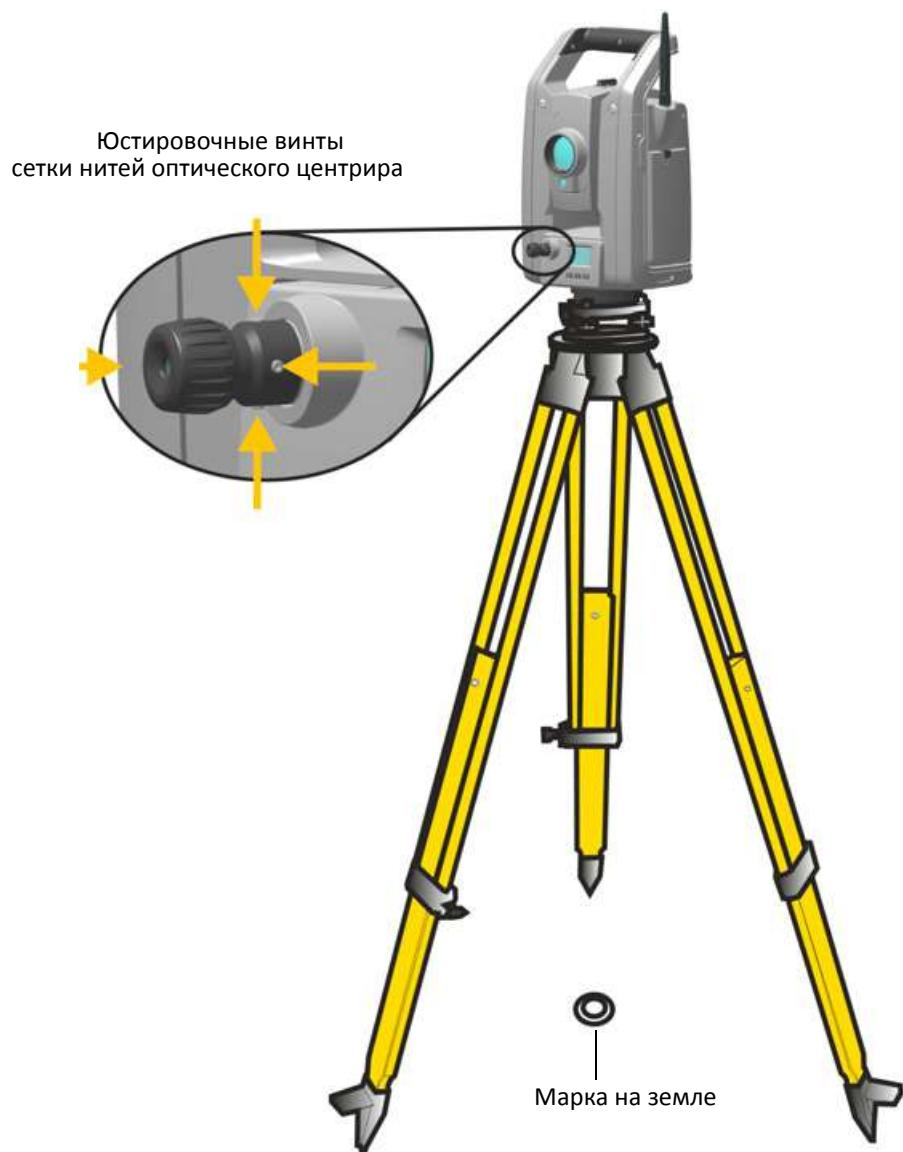

Рисунок 4.10. Юстировка оптического центрира
1. Установите инструмент и выставьте его по уровню его над маркой на земле так, чтобы высота штатива составляла 1,5 м ($\pm 0,1$ м). См. рис. 4.10.